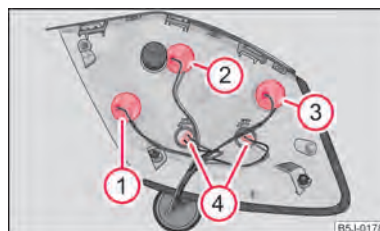

Abb. 166 Heckleuchteinheit: Einbaulage der Lampen
- Um eine Glühlampe zu wechseln, drehen Sie den Lampenstecker der Glühlampe nach links (in die Richtung der Pfeile auf dem Gehäuse) und nehmen Sie ihn aus dem Gehäuse → Abb. 166 rechts heraus.
Einbaulage der Glühlampen in der Heckleuchteinheit ⇒ Abb. 166.